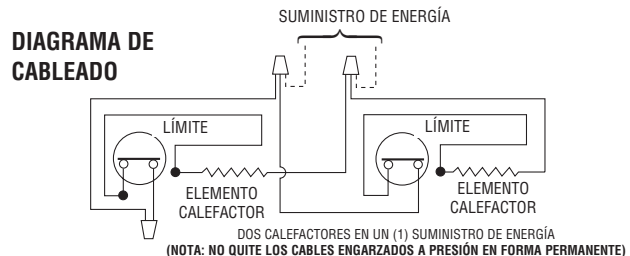

Figura 10. Conexiones de dos calefactores
- Cablee los calefactores como se muestra en el Diagrama de conexionado de la Figura 10.